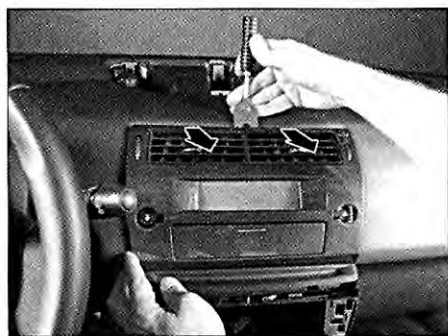

FIG. 40
- Desengrapar y desmontar el guarnecido superior de la consola (fig. 40).